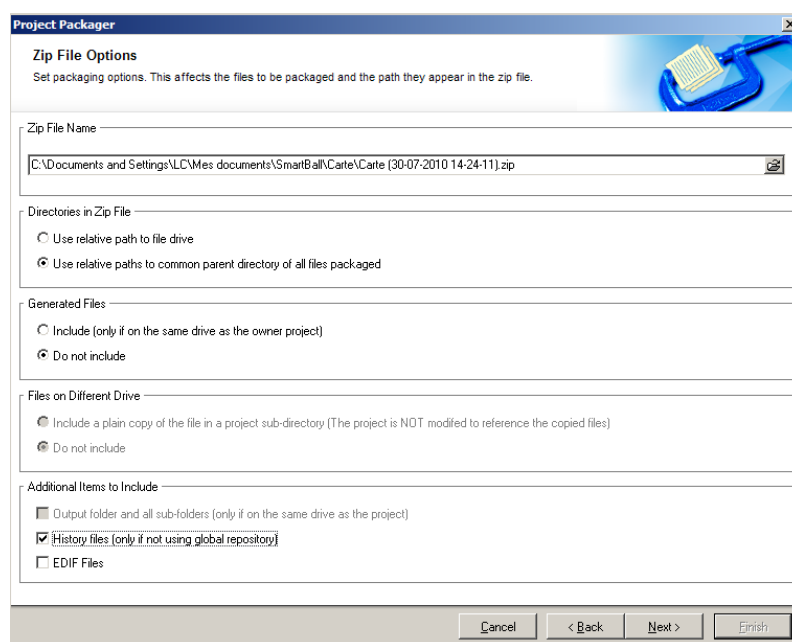

FIGURE 52: Options de l'archive
- ◇ Options de l'archive : il est très important d'utiliser le chemin relatif au projet (*relative path*) cf. figure 52 (page suivante).